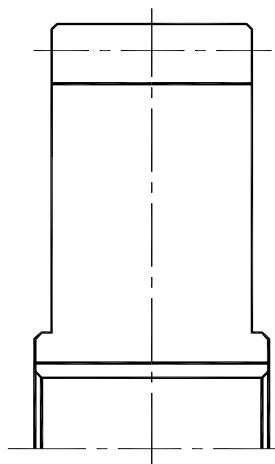

Рис. 96
8) С использованием команды **ЗЕРКАЛО** получить половину фронтального разреза зубчатого колеса. Осью зеркального отображения служит вертикальная ось (рис. 96).